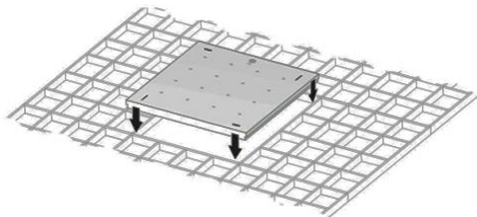

Рисунок 5 — Установка светильника Geniled серии Грильято на подвесную конструкцию.
- Установите светильник Geniled на монтируемое место (Рисунок 5). Следите за тем, чтобы кабель не оказался зажат между элементами конструкции потолка и светильника. Убедитесь, что светильник надежно закреплен на потолке.